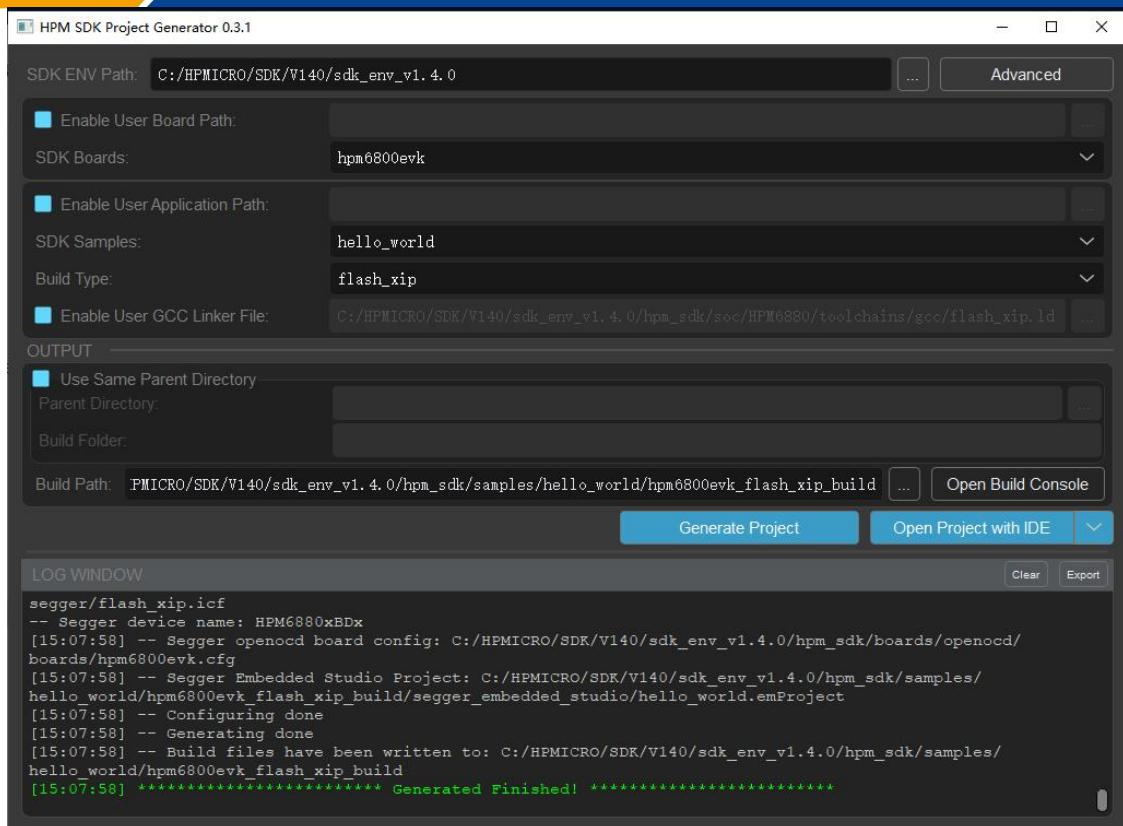

图 21: GUI project generator生成hello_world工程
17. 在GUI project generator界面中的”SAMPLES”下拉列表中选择”hello_world”，在”BOARDS”下拉列表中选择”hpm6800evk”，在”TYPE”下拉列表中选择”flash_xip”。点击”Generate Project”按钮，即可生成flash_xip类型的hello_world工程。如图 21所示。